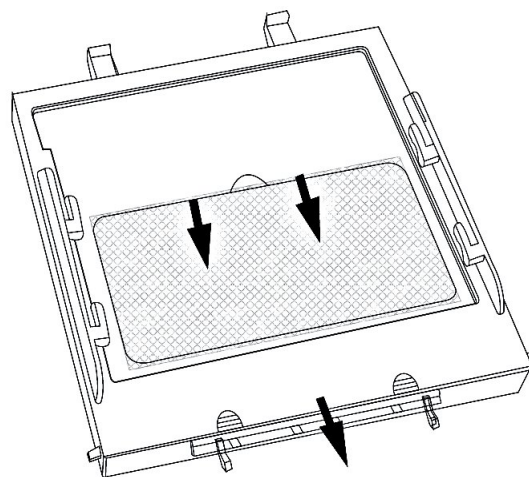

Fig. 25: Sustitución de la lente exterior
1. Retire el casete del filtro de la carcasa del casco (Fig. 25) Doble hacia arriba la parte superior de la carcasa del filtro para quitar el casete del filtro del marco.